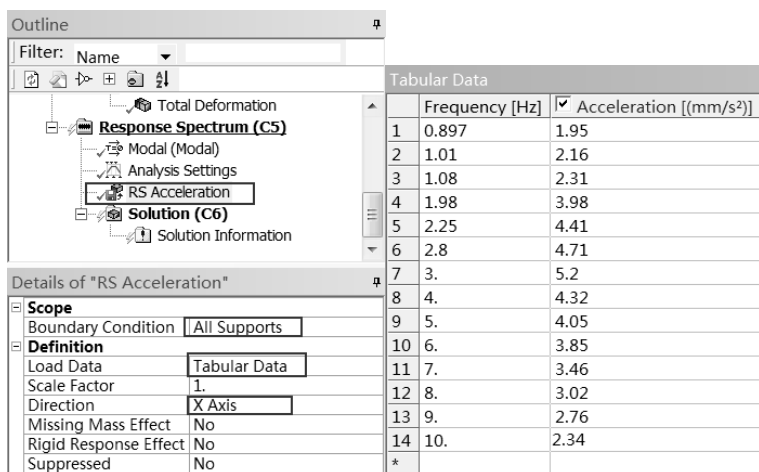

图 8-30 RS Acceleration 面板
Step3：选择 Mechanical 界面左侧 Outline（分析树）中的 Response Spectrum（C5） RS Acceleration（加速度谱激励）命令，在出现的如图 8-30 所示的 Details of “RS Acceleration” 面板中做如下更改。